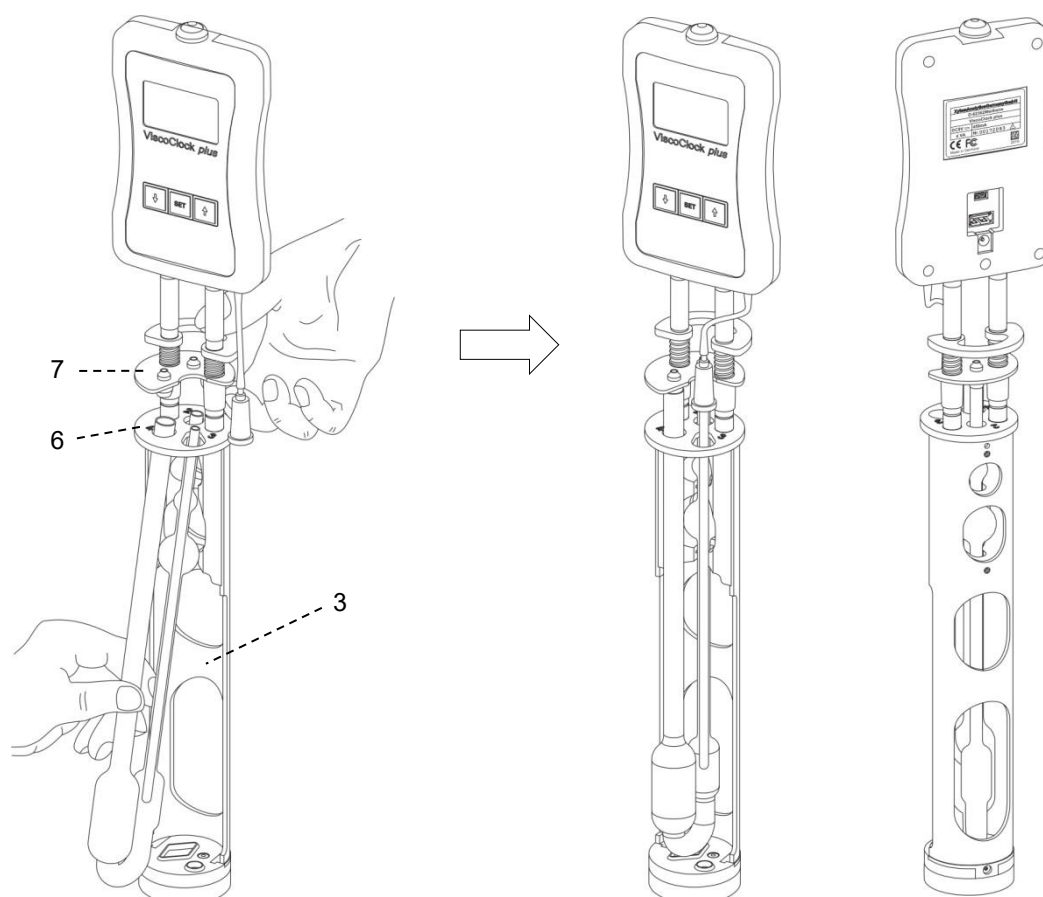

Fig. 3 Mise en place du viscosimètre dans le ViscoClock *plus*
Poussez la plaque de fixation (7) contre la plaque de préhension (9) (voir  Fig. 3).
- Introduisez le viscosimètre obliquement du bas au travers de la plaque de guidage (6) et positionnez-le verticalement dans le prisme de centrage (2).
- Faire descendre la plaque de fixation (7).
- Vérifiez le bon positionnement des bouchons en silicone sur le tube de remplissage (21) (bouchon de silicone 8D) et le tube capillaire (22) (bouchon de silicone 8S).
- **Mettez verticalement le bouchon de silicone (10) sur le tube d'aération!**